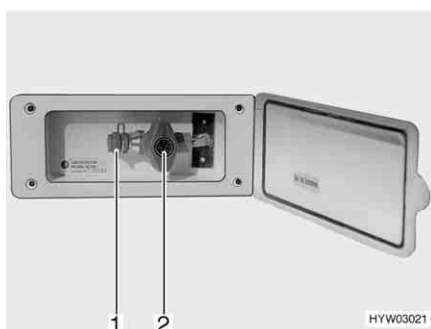

Fig. 72 Presa gas esterna, rubinetto di arresto del gas chiuso
La presa gas esterna (Fig. 72) si trova, a seconda del modello, nella parte posteriore o sul lato destro o sinistro del veicolo.
- Collegare l'apparecchio a gas esterno all'attacco (Fig. 72,1).
- Aprire il rubinetto di arresto del gas (Fig. 72,2).